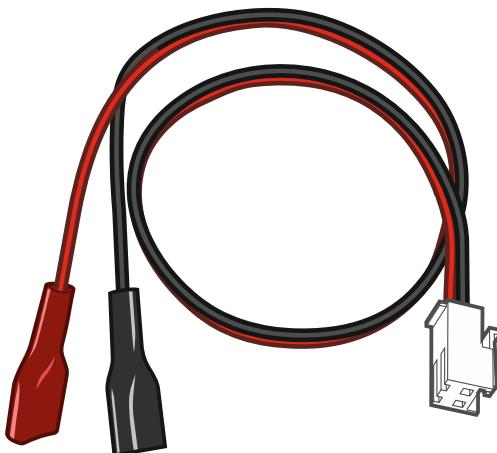

Рис. 2. Провода для подключения аккумулятора (красный +, черный -).
① светодиоды:
- ② штырьки RESET для запуска прибора в аварийной ситуации (см. «Аварийный запуск прибора», с. 14).
- ③ порт RS-232 (TTL).
- ④ разъем для подключения проводов к аккумулятору. Провода входят в комплект поставки (рис. 2).
- ⑤ кабель, оканчивающийся разъемом для подключения антенны. Если прибор установлен в пластиковом корпусе, можно использовать antennу для установки в корпусе. Если прибор установлен в металлическом корпусе, используйте antennу для установки на корпус или antennу для установки на расстоянии от корпуса.
- ⑥ светодиод SIM1. Горит, когда активна карта, установленная в слоте SIM 1.
- ⑦ светодиод SIM2. Горит, когда активна карта, установленная в слоте SIM 2.
- ⑧ слот SIM1, предназначенный для установки первой SIM-карты.
- ⑨ слот SIM2, предназначенный для установки второй SIM-карты.
- ⑩ разъем связи для подключения модуля PERFECTA-RF.
- ⑪ разъем типа mini-jack для подключения микрофона.